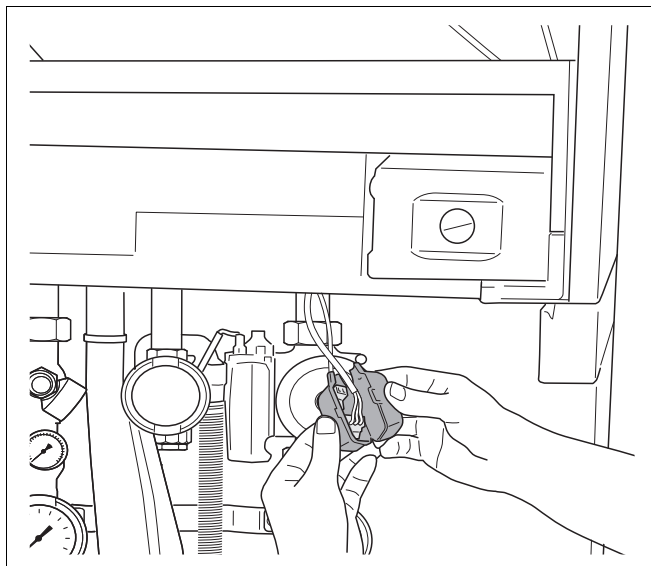
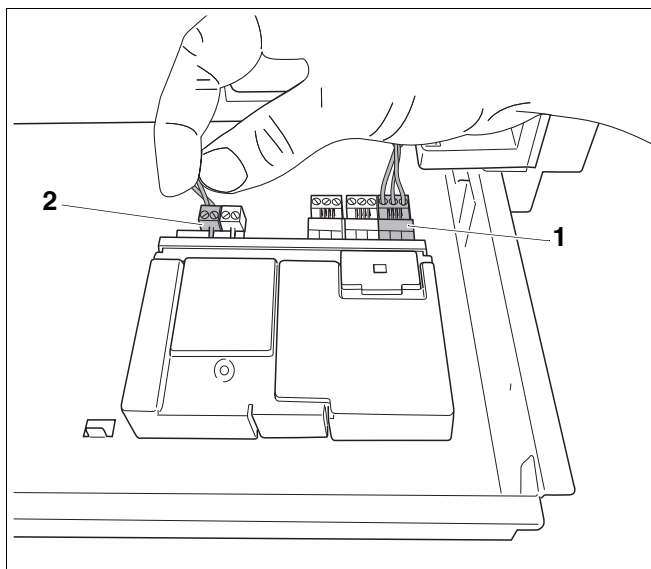

Рис. 47 Снятие защитного колпачка
Рис. 48 Соединение модулей между собой
- Снять защитный колпачок штекеров обоих свободных присоединительных кабелей функционального модуля (рис. 47).
- Подключить свободный сетевой кабель 230 В переменного тока (рис. 47) к модулю (рис. 48, поз. 1). При использовании нескольких модулей электроснабжение второго модуля 230 В переменного тока может быть подведено от первого модуля. Используйте для этого кабель, входящий в комплект поставки модуля.
- Подключить свободный штекер соединительного кабеля шины EMS (рис. 48) к первому модулю (рис. 48, поз. 2).